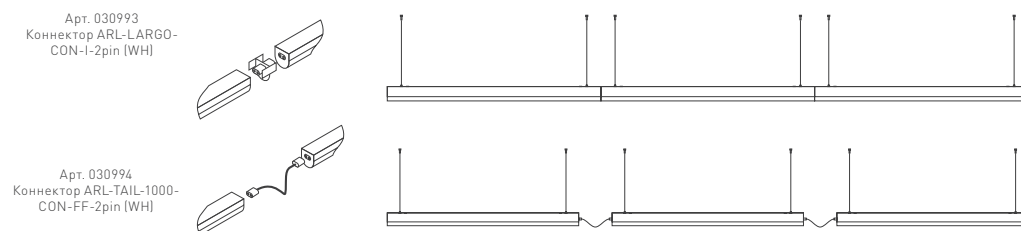

Рис. 4. Способы линейного подключения светильников
- Соединение светильников между собой проводится посредством соединения с помощью коннектора от светильника к светильнику, максимальная возможная соединенная линия светильников не может превышать суммарно 300 Вт (рис. 4).